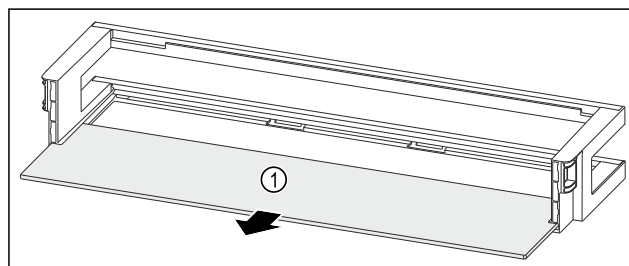

Fig. 274 Рафт на врата с рафт
- ▶ Сваляте рафта Fig. 274 (1).